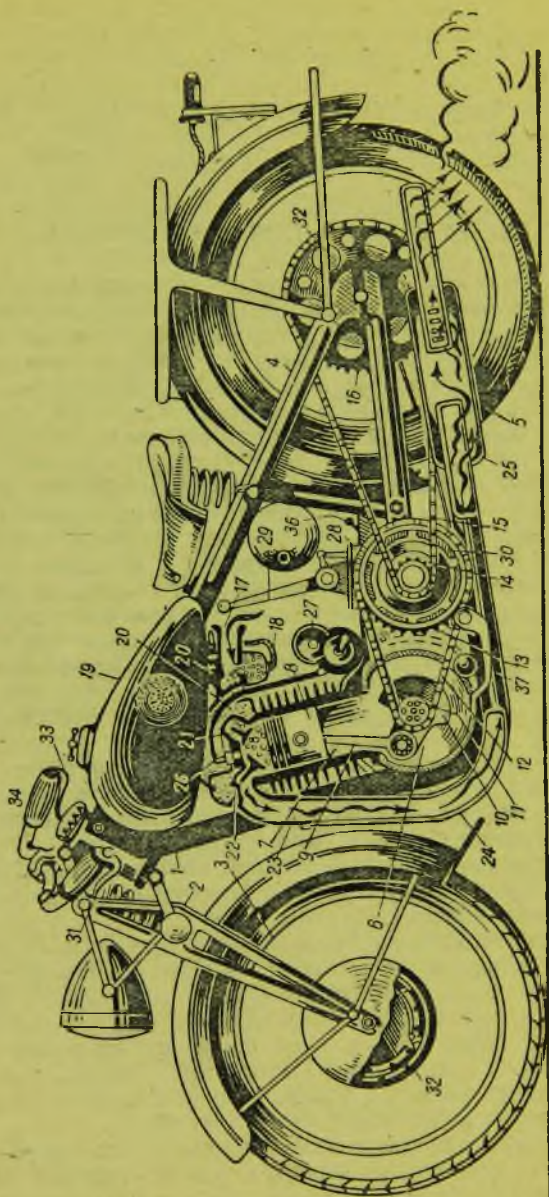

Рис. 1. Схема устройства мотоцикла
Рис. 1а. Мотоцикл тис-АМ-600
Рис. 1в. Мотоцикл Л-8
Рис. 1г. Мотоцикл ИЖ-9
Рис. 1д. Мотоцикл М-72
Из приводимой схемы (рис. 1) видно, что все механизмы мотоцикла расположены в раме (1), которая в передней своей части опирается через подressоренную вилку (2) на направляющее колесо (3). Поворотом этого колеса изменяется направление движения мотоцикла. Сзади, обычно в неподрессоренной вилке (4), выполненной за одно целое с рамой, устанавливается заднее ведущее колесо (5).